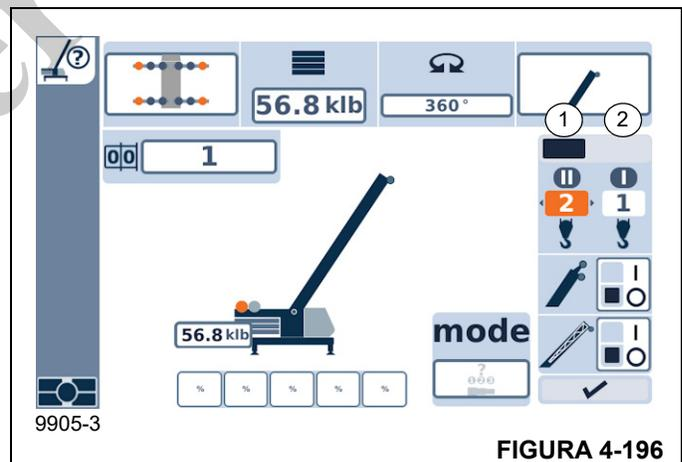

FIGURA 4-196
Está previsto que la carga se eleve con el malacate principal, por ejemplo. Sin embargo, el indicador de malacate (1, Figura 4-196) para el malacate auxiliar está activado y el indicador (2) para el malacate principal está desactivado.